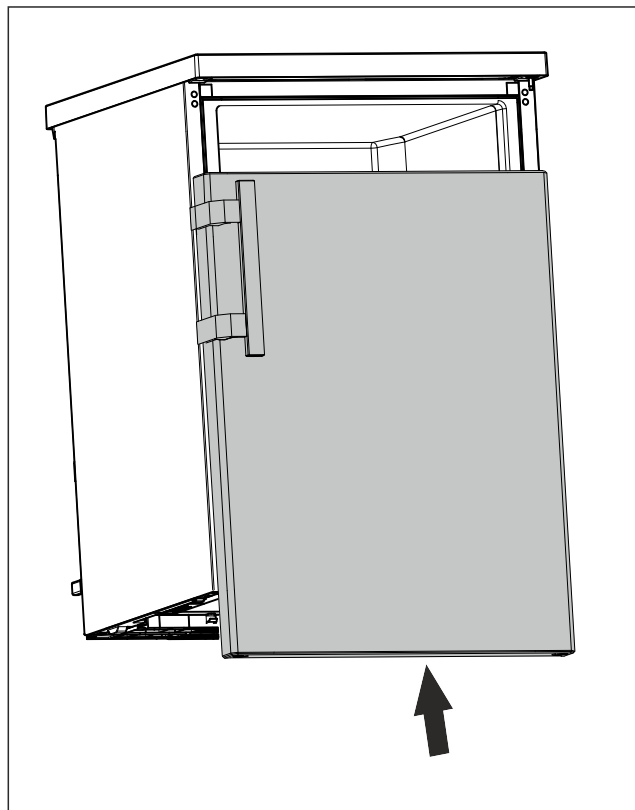

Fig. 19
- ▶ Lükake uks suletud seisundis ülemisele poldile. (vt. Fig. 19)